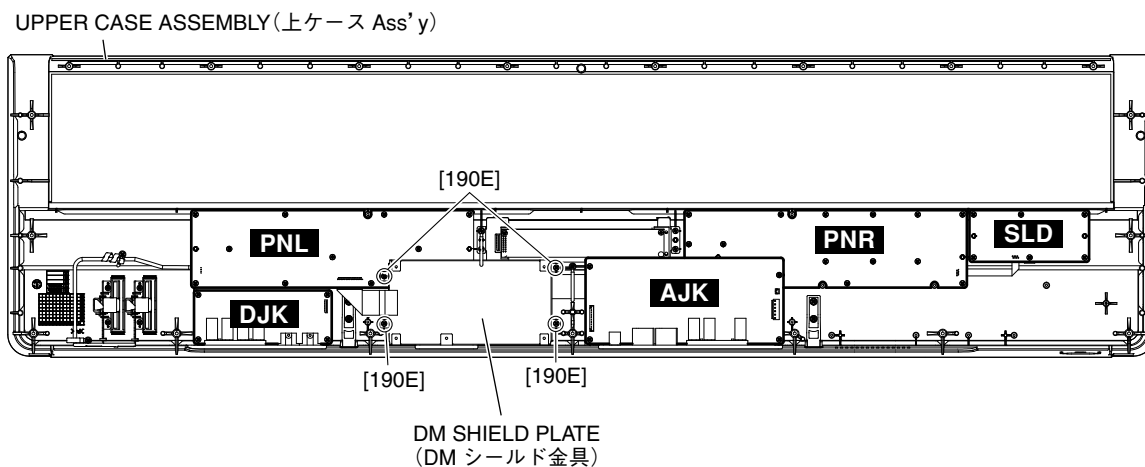

Fig. 6 (図 6)
- 7-3. Remove the four (4) screws marked [190E]. The DM shield plate can then be removed. (Fig. 6)
- 7-3. [190E] のネジ 4 本を外して、DM シールド金具を外します。(図 6)